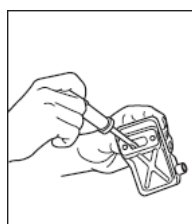

FIG. 17
1. Îndepărtați amortizorul de zgomot (fig. 17), introduceți o șurubelniță în orificiul de evacuare și ștergeți orice depuneri de carbon. În același timp, ștergeți orice depuneri de carbon de pe orificiul de evacuare al amortizorului de zgomot și de pe orificiul de evacuare al cilindrului.